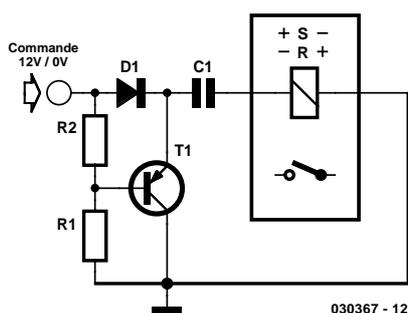

Figure 2. Commande de relais par condensateur série.
**Commande de relais par condensateur série (figure 2)**